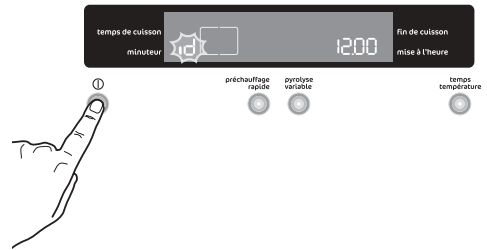

Fig. 18
3. En appuyant sur la touche "**Marche/Arrêt**" **ⓘ**, la mention "**id**" apparaîtra sur l'affichage (Fig. 18).